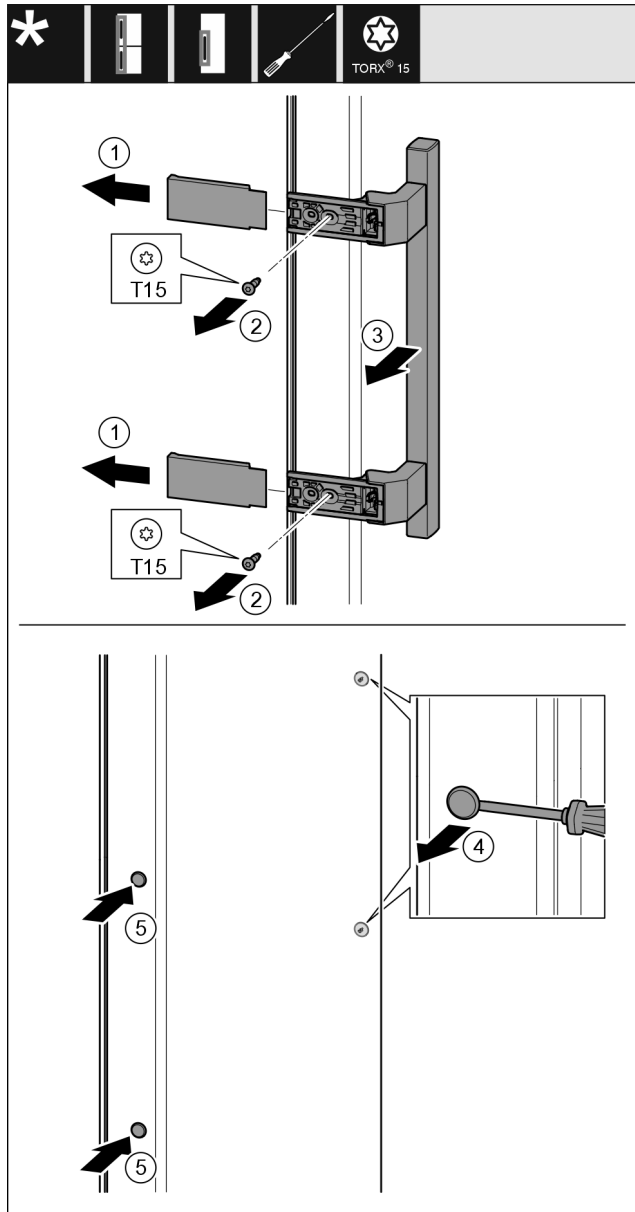

Fig. 8
- ▶ Зніміть кришку Fig. 8 (1)
- ▶ Викрутіть гвинти за допомогою викрутки Torx 15. Fig. 8 (2)
- ▶ Зніміть ручку Fig. 8 (3)
- ▶ За допомогою шліцевої викрутки обережно підніміть бокову заглушку та витягніть її Fig. 8 (4)
- ▶ Вставте заглушку з іншого боку Fig. 8 (5)